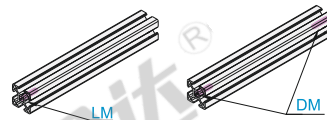

Рисунок 1
- AOB05-3030-L800-LE-Z5-A200-LD-Z5-A80-B220-C220 (рисунок 1)